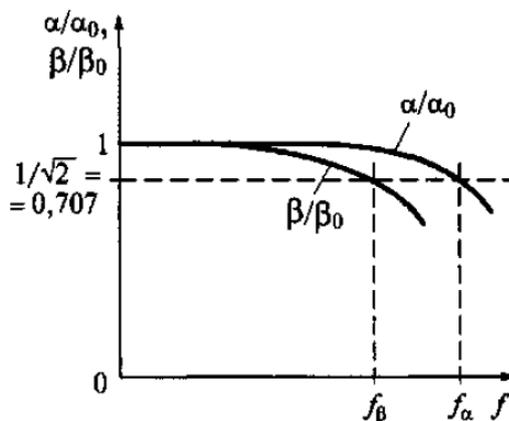

Рис. 2
8. На рис. 2 приведены графики зависимости относительных коэффициентов усиления по току α/α_0 и β/β_0 биполярного транзистора в функции частоты f (α – коэффициент усиления в схеме с ОБ, β – коэффициент усиления в схеме с ОЭ, α_0, β_0 – те же коэффициенты при низкой частоте).